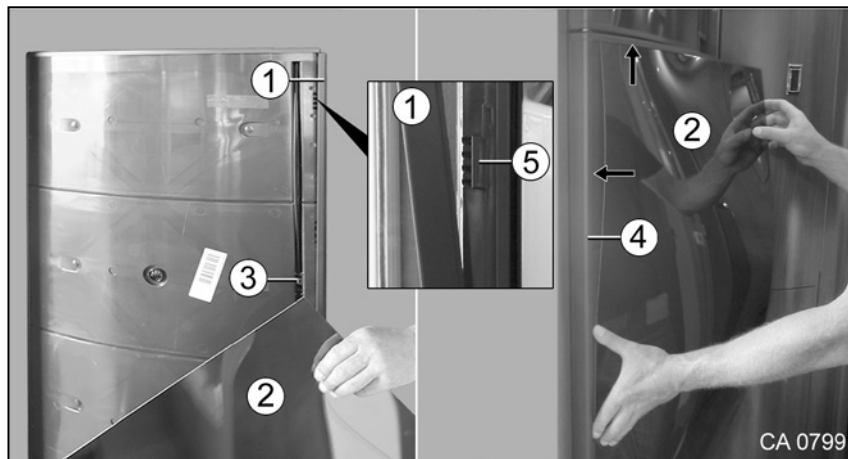

Fig. 150 Déverrouiller la porte du frigo
1. Détacher prudemment la baguette en plastique amovible (Fig. 150/1). Pour cela, tirer la baguette (Fig. 150/1) vers l'avant jusqu'à ce que le recouvrement (Fig. 150/2) puisse être enlevé.
2. Tirer le recouvrement (Fig. 150/2) prudemment hors des baguettes de fixation (Fig. 150/4) périphériques et les déposer dans un endroit approprié. Éviter de l'endommager en l'égratignant par exemple.
3. Déverrouiller la porte du frigo à la fermeture (Fig. 150/3) et l'ouvrir. Contrôler le mécanisme de fermeture quant à des dysfonctionnements visibles.
1. Enfiler d'abord le recouvrement (Fig. 150/2) dans la rainure de la baguette de fixation inférieure et ensuite dans la baguette de fixation latérale et supérieure (Fig. 150/4).
2. Pour terminer, remettre en place la baguette en plastique (Fig. 150/1). Pour cela, glisser la baguette (Fig. 150/1) dans les guidages (Fig. 150/5).